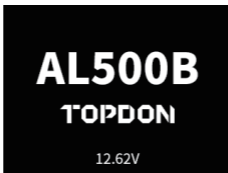

Figure 3.1.6
5. Lorsque l'outil d'analyse est correctement connecté au DLC, les unités commencent à s'initialiser et vous présentent l'interface du menu principal. (Voir la figure 3.1.6)